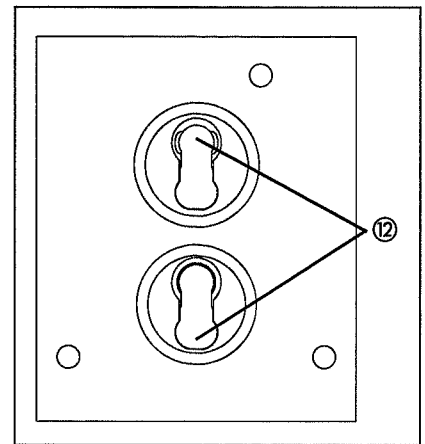

Abb. 10: Lage der Ventilplatten 12
► Ober- und Unterseite der Ventilplatten sind identisch. Zur korrekten Lage: siehe Abb. 10.